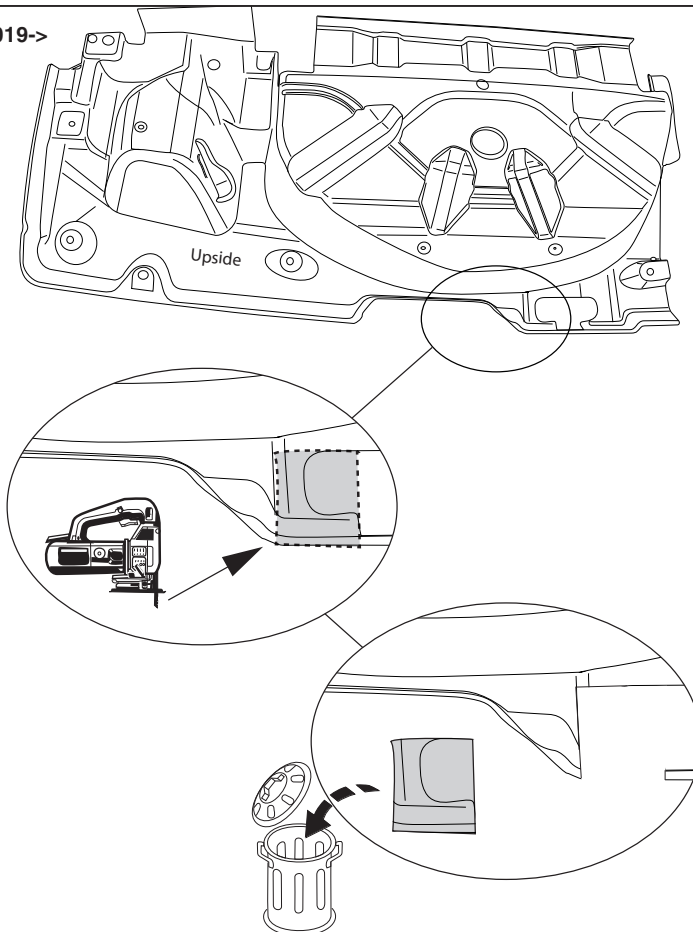

Fig.5
**Для автомобилей T6; 2015-> + T6.1; 09/2019->:** Выпилить часть из пластмассового защитного колпака в середине снизу, как указано на рис. 5.